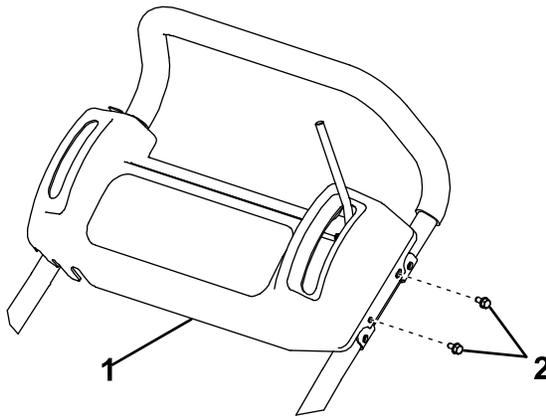

Рисунок 1
1. Отверните 2 болта крепления каждого конца панели консоли к штанге рукоятки (**Рисунок 1**).
3. Прикрепите каждый конец панели консоли к штанге рукоятки с помощью 2 ранее снятых болтов (Рисунок 1).